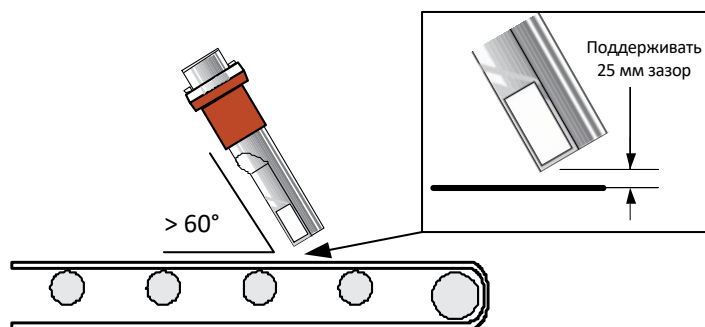

Рисунок 10: Датчик Hydro-Probe, расположенный под углом 45° для уменьшения скопления материала на датчике
- Корпус датчика Hydro-Probe можно установить под углом от 90° до 60° к конвейерной ленте, чтобы уменьшить скопление материала на датчике. Важно поддерживать угол 45° к потоку материала и зазор 25 мм до конвейерной ленты, см. Рисунок 10.